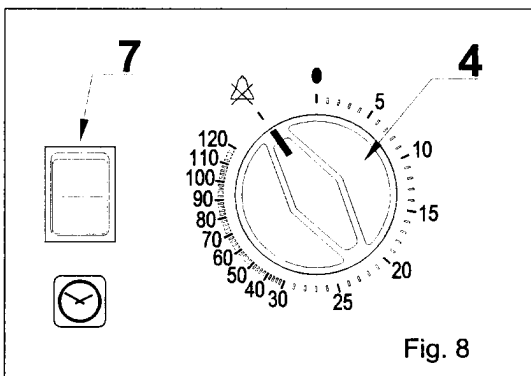

Fig. 8
Para apagar la señal acústica girar el mando (4) como en la Fig. 8.